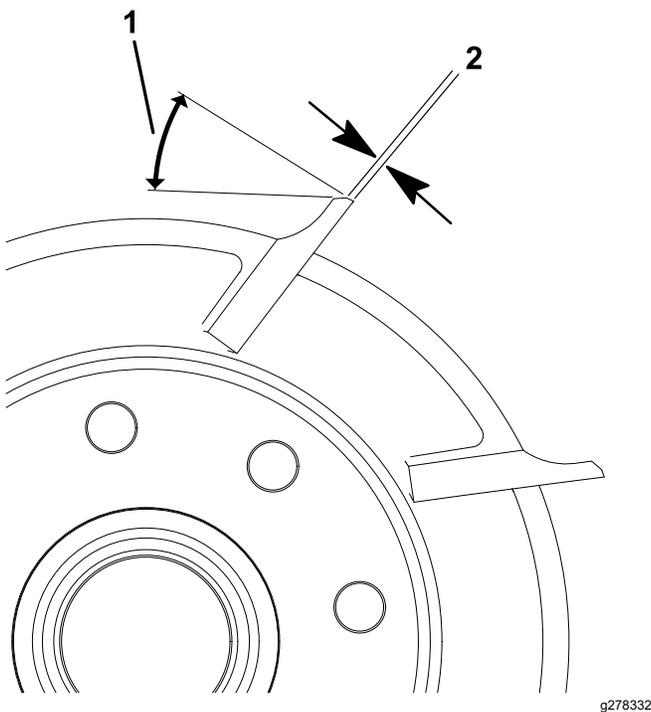

図 23
1. ランド幅が 0.8 mm になるまで、すべてのリールブレードに 30° のリリーフグランドを適用する (図 23)。